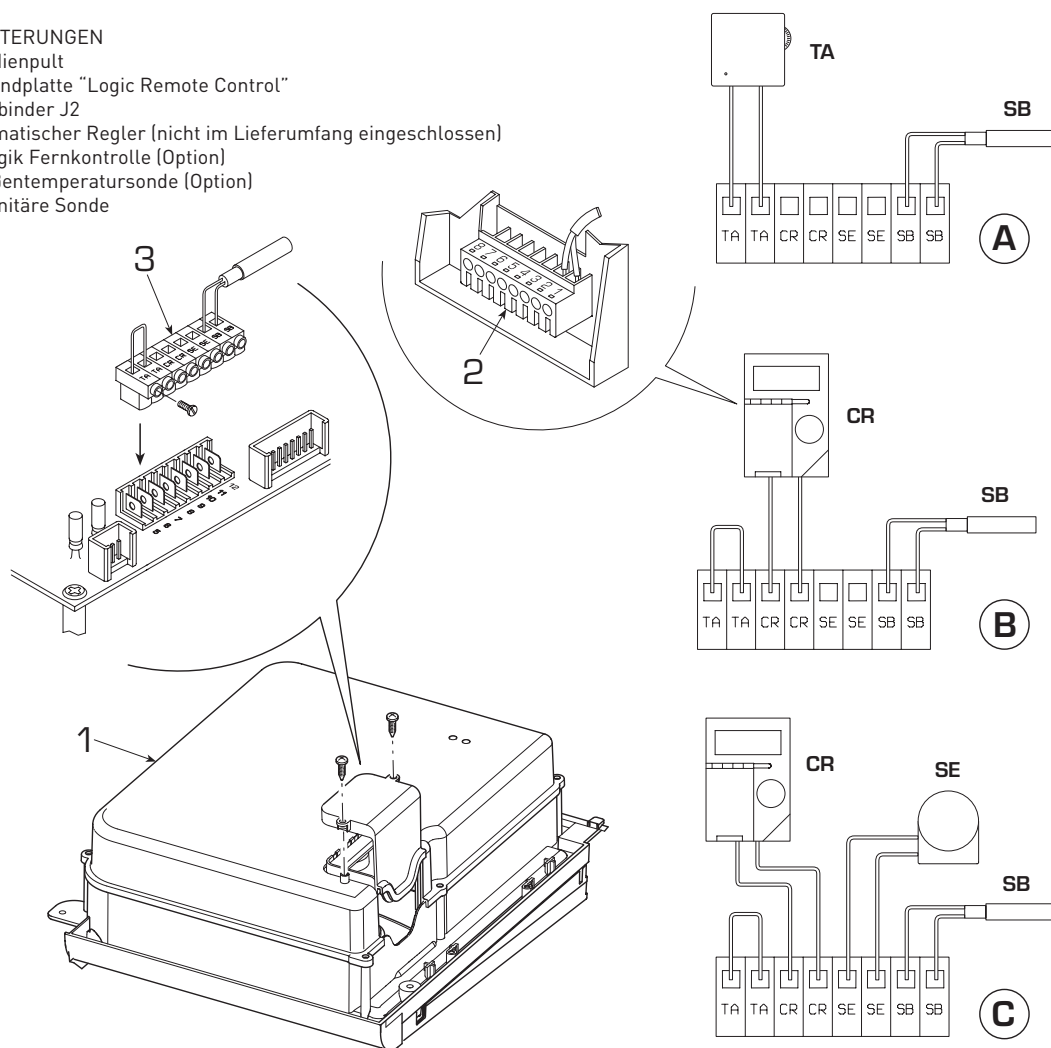

Fig. 6
Die Versionen "22 OF - 32 OF" können mit den separaten Boilern "BT130 - BT150" verbunden werden. Die Einheiten können unter dem Kessel ("BT150") oder seitlich ("BT130") installiert werden. Zusammen mit der Boiler Einheit wird eine sanitäre Sonde (SB) geliefert, die mit der elektronischen Kontrollkarte des Kessels [Bild 6] zu verbinden ist.
2.6.1 Verbindung klimatischer Regler (Bild 6 Pos. A)
2.6.2 Verbindung "Logic Remote Control" (Bild 6 Pos. B)
2.6.3 Verbindung der Außentemperatursonde (Bild 6 Pos. C)
Die Boiler "BT130 - T150" werden mit einer sanitären Sonde geliefert (SB), die an den Verbinder J2 (3 Bild 6) anzuschließen ist.